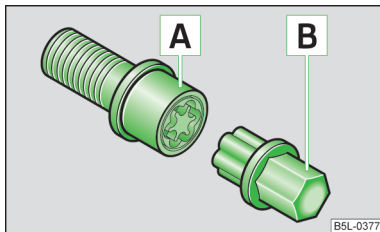

Bild 113
De stöldskyddade hjulbultarna skyddar hjulen mot stöld. De kan endast lossas och dras åt med hjälp av adaptern **[B]** » bild 113.
- Sätt in adaptern **[B]** » bild 113 med den tandade sidan ända in i den invändiga tandningen i den stöldskyddade hjulbultens huvud **[A]**.